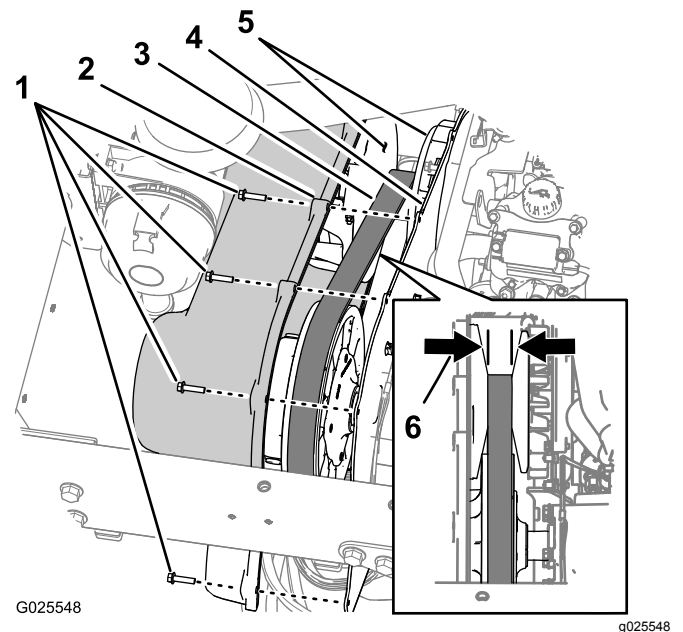

Bild 63
1. Entfernen Sie die neun Kopfschrauben (1/4" x 1"), mit denen die Getriebeabdeckung an der Befestigungsplatte des Getriebes befestigt ist (Bild 63).
2. Schieben Sie die Abdeckung nach vorne, bis der Treibriemen sichtbar ist (Bild 63).
3. Prüfen Sie die abgeschrägten Vorderseiten der Hauptkupplung auf Zeichen von Beschädigung (Bild 63).
4. Prüfen Sie den Treibriemen auf fehlende oder beschädigte Zähne (Bild 63).
5. Messen Sie die Breite des Riemen und notieren Sie den Wert (Bild 63).
Hinweis: Wenn die Breite des Treibriemens 29,5 mm oder weniger ist, tauschen Sie ihn aus (Bild 63).
6. Fluchten Sie die Löcher in der Getriebeabdeckung mit den Löchern in der Befestigungsplatte aus (Bild 63).
7. Befestigen Sie die Abdeckung mit den neun in Schritt 1 entfernten Kopfschrauben (1/4" x 1") an der Befestigungsplatte (Bild 63) und ziehen Sie die Schrauben auf ein Drehmoment von 10,2-12,4 N·m an.